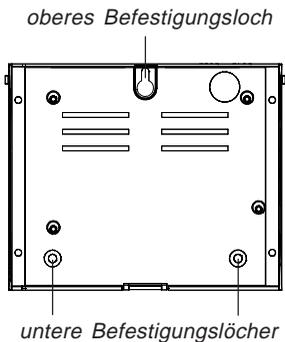
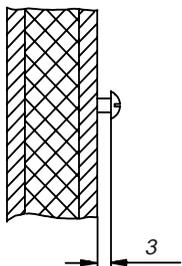

Abb. 9
Abb. 10.1
2. In das obere mittlere Loch (Abb. 9) drehen Sie eine der Holzschrauben. An dieser Schraube wird das Steuergerät eingehängt. Lassen Sie zu diesem Zweck die Schraube ca. 3 mm herausstehen (Abb. 10.1).
Schrauben Sie das Gehäuseunterteil in den beiden unteren Bohrungen (Abb. 9) fest an die Kabinenwand oder Kabinendecke.